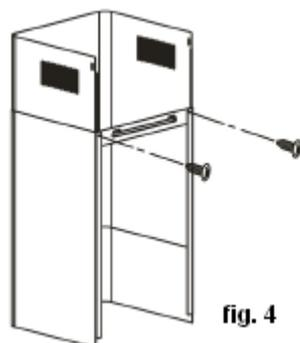

fig. 4
- Fixe o apoio plano na parte de trás da chaminé inferior. (fig. 4).